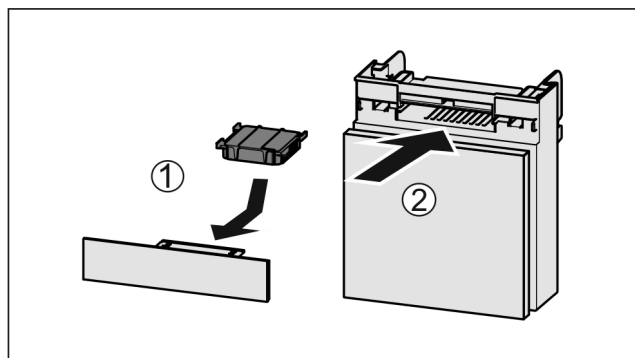

Fig. 201
- Wkładać Fig. 201 (1) filtr z węglem aktywnym zgodnie z ilustracją.
- Wsunąć komorę Fig. 201 (2).